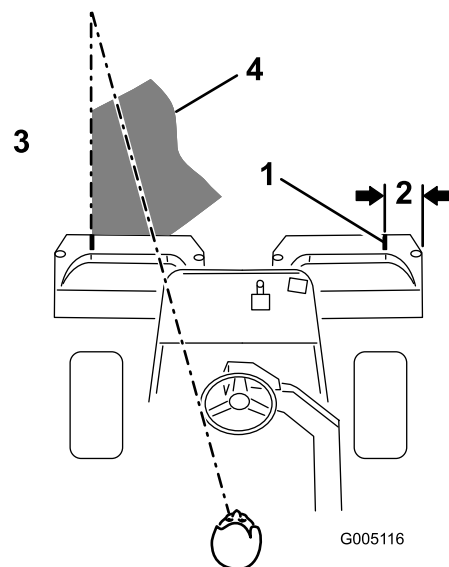

Figure 21
**Remarque:** Pour vous aider à traverser le green en ligne droite et à maintenir la machine à égale distance du bord de la passe précédente, établissez une ligne de vision imaginaire à environ 1,8 à 3 m en avant de la machine jusqu'au bord de la partie non coupée du green (Figure 21). Certaines personnes trouvent utile de faire passer la ligne de vision par le bord extérieur du volant, c.-à-d. de maintenir le bord du volant aligné sur un point se trouvant toujours à la même distance par rapport à l'avant de la machine.